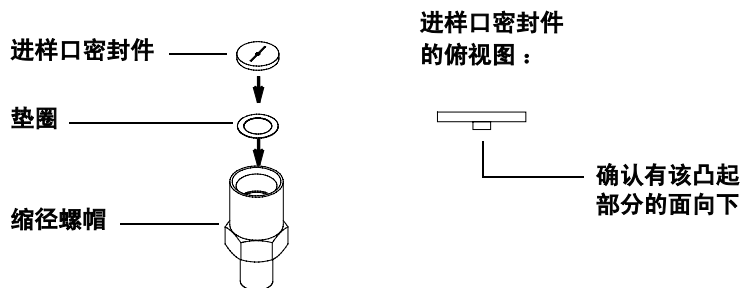

图 69 安装新的密封件
- 4 戴上手套以免污染进样口密封件和新的垫圈。把新的垫圈放置在缩径螺帽中。把新的进样口密封件放置在垫圈的上面（图 69）。